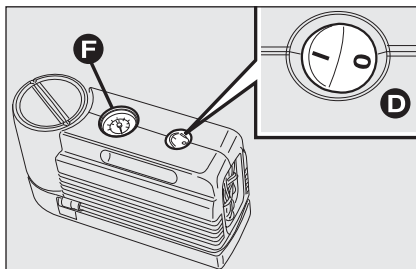
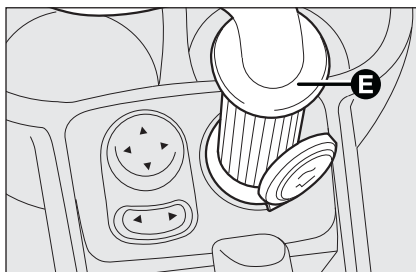

fig. 4
fig. 5
- ❑ Asegúrese de que el interruptor **D-fig. 4** del compresor esté en posición 0 (apagado), ponga en marcha el motor, introduzca la clavija **E-fig. 5** en la toma de corriente de 12V ubicada en el túnel central y accione el compresor llevando el interruptor **D-fig. 4** a la posición I (encendido). Infle el neumático con la presión recomendada en el apartado “Presión de inflado” del capítulo “Datos Técnicos”.
- Para obtener una lectura más precisa, le aconsejamos controlar el valor de la presión en el manómetro **F-fig. 4** con el compresor apagado;